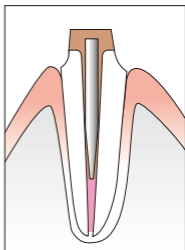

図13
- ①光照射後、5分間口腔内保持します。その後、通法に従い支台歯形成を行います(図13)。